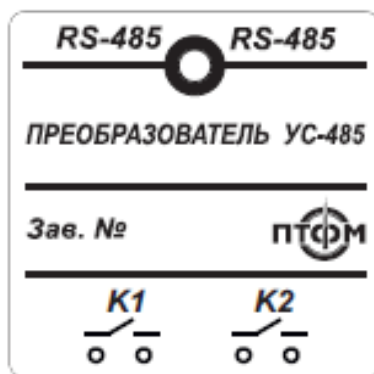

Рис. 3 Общий вид шильдика передней панели УС
1.6.2 Общий вид шильдика передней панели УС показан на рис. 3